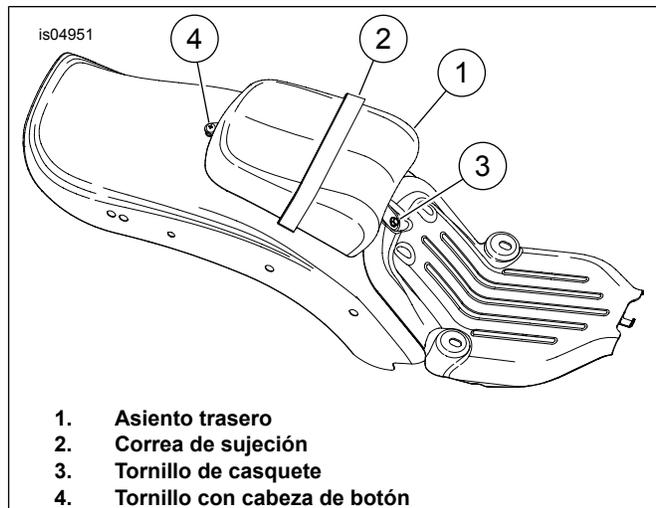

Figura 4. Instalación del asiento trasero del pasajero
6. Vea la Figura 4. Instale el tornillo de casquete (3) del kit, en la ubicación que se muestra, para asegurar la parte delantera del asiento trasero.
7. Instale el tornillo (4) del kit dentro de la tuerca de retención trasera, como se muestra, para asegurar la parte trasera del asiento trasero.